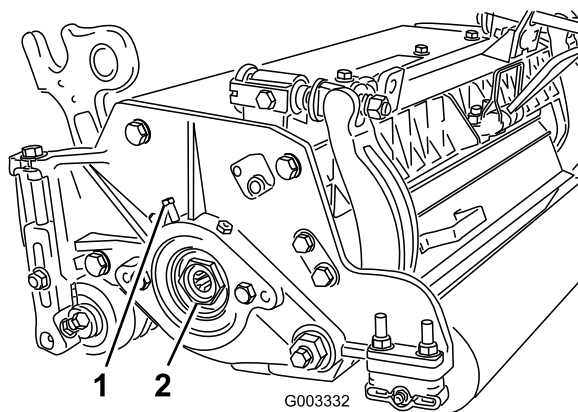

図 32
A. カッティングユニットの左側にあるベアリングハウジングにベアリング調整ナットを固定している固定ねじをゆるめる 図 32。